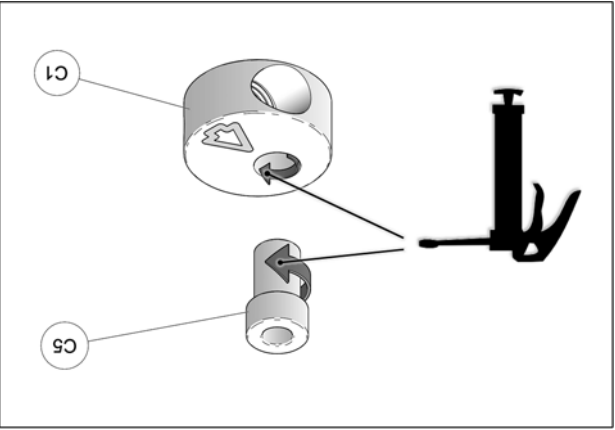

Fig. 18
11. À l'assemblage les bagues espacesurs (C5) doivent être graissées. Appliquer une couche de graisse uniforme sur toute la circonférence de la bague espaceur et dans le logement de l'extrémité en aluminium (C1). Voir la Fig. 18